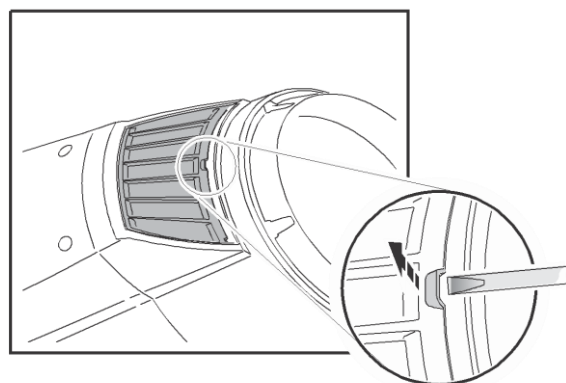

Рисунок 17. Извлечение воздушных фильтров головки
2. См. рисунок 17. На каждой из сторон головки при помощи шлицевой отвертки отодвиньте передний край каждого из держателей фильтра от головки и потяните их вперед, чтобы открепить и извлечь их.